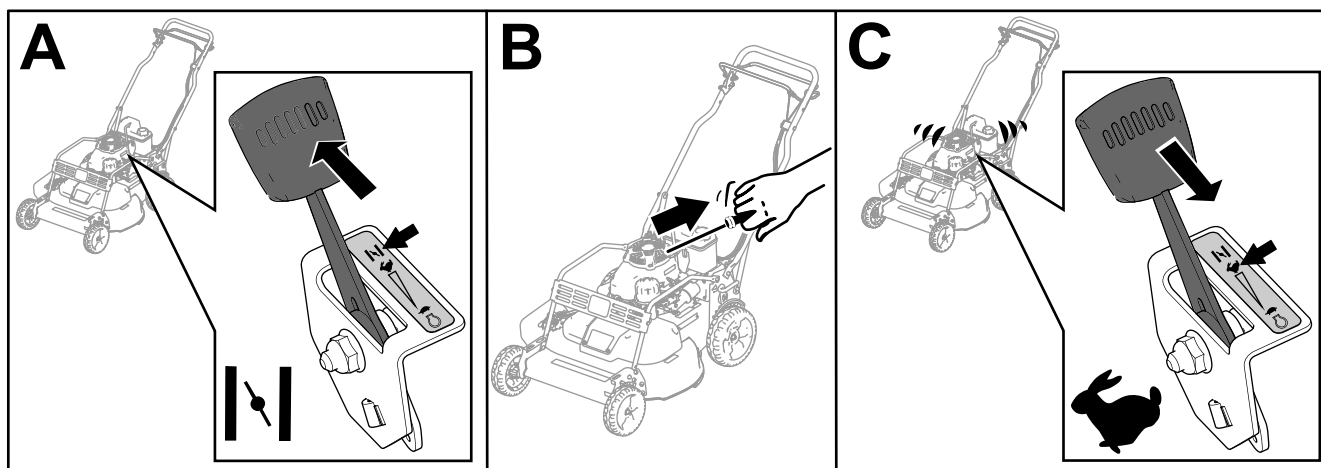

Figura 15
3. Desloque a alavanca de controlo do acelerador para a posição AR (A da Figura 15).
4. Puxe o manípulo do arrancador ligeiramente até sentir resistência e, em seguida, puxe rapidamente (B da Figura 15).
5. Mova a alavanca de controlo do acelerador para a posição RÁPIDO quando o motor ligar (C da Figura 15).